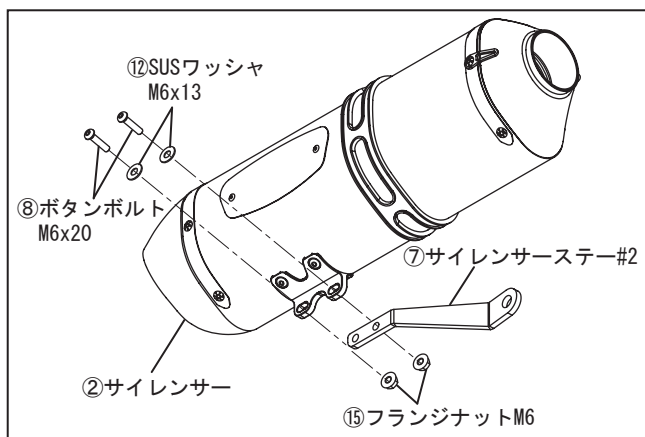

FIG. 12
9. ②サイレンサーに⑦サイレンサーステー#2を⑧ボタンボルトM6×20と⑫SUSワッシャM6×13、⑮フランジナットM6を使用して仮締めして下さい。(FIG. 12, 13 参照)